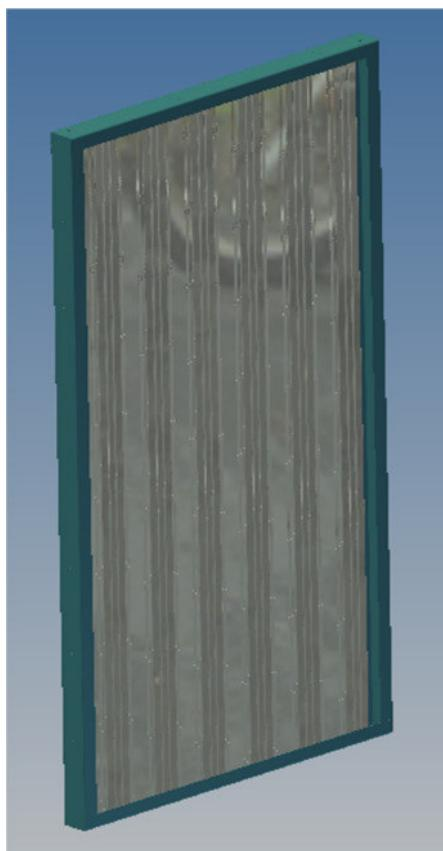

Bild 1 Modulelement 2000 mm
- 3.2.3 Die einzelnen Wandmodule (Bild 1 und 2) nach dem projektbezogenen Positionsplan Teil für Teil aufstellen, am Boden mit den gelieferten Ankerdübeln befestigen und miteinander verschrauben.